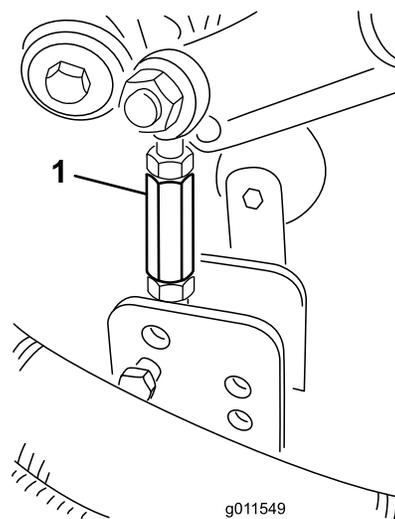
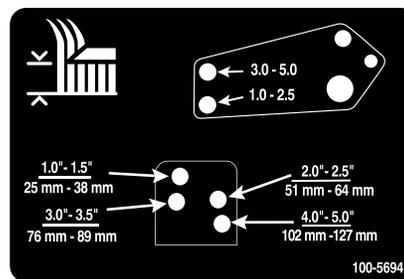

Рисунок 26
Рисунок 27
8. Расшплинтуйте и снимите шплинтуемые штифты, которые крепят тяги демпферов к кронштейнам режущих блоков (Рисунок 26). Совместите отверстия тяг демпферов с выбранными отверстиями кронштейнов высоты скашивания в раме режущего блока (Рисунок 27), вставьте шплинтуемые штифты и игольчатые шплинты.